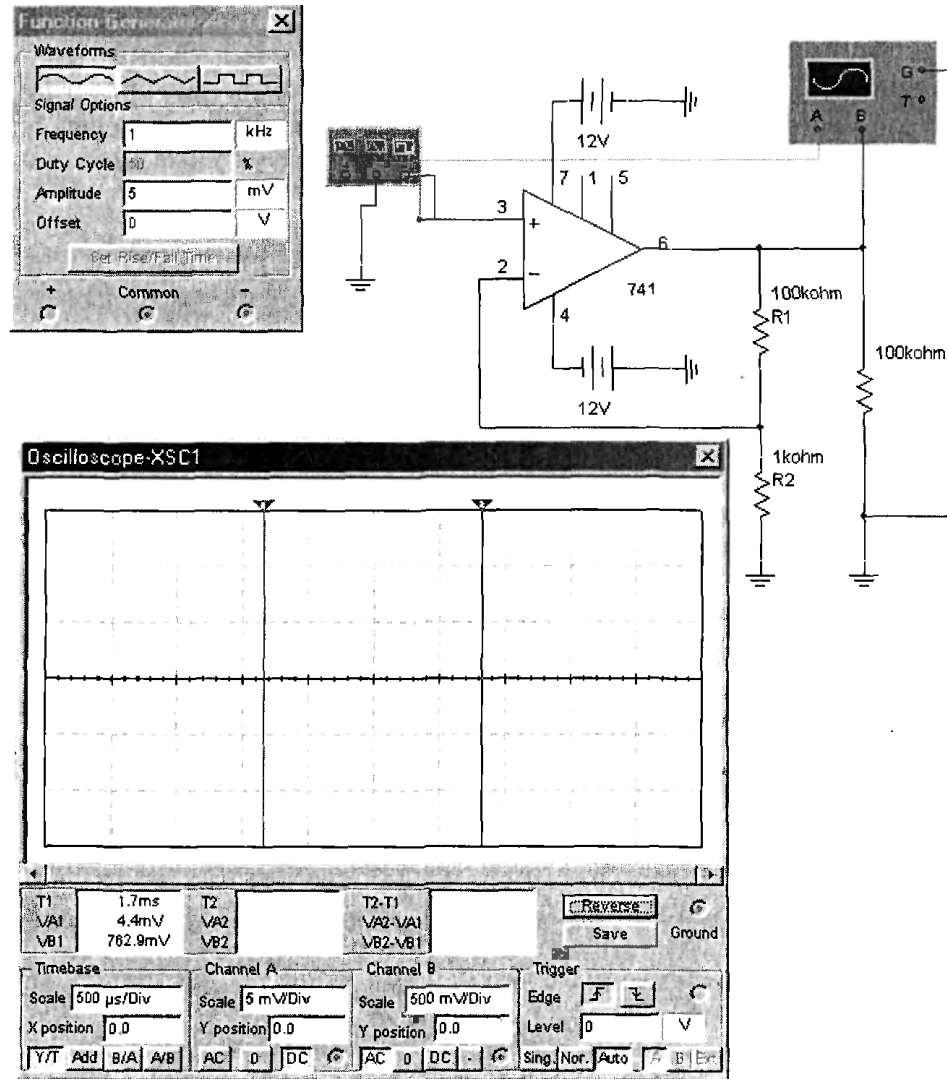

Рисунок 5
1. Смоделируйте схему неинвертирующего операционного усилителя, изображенную на рис. 5.